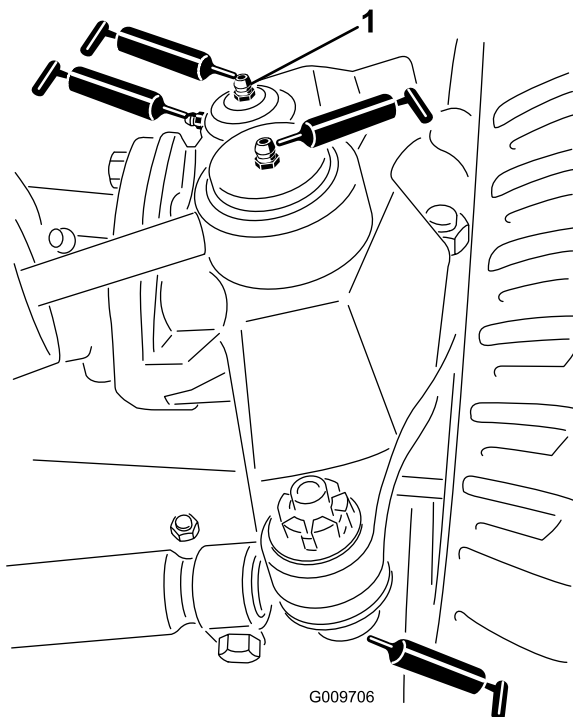

Figura 48
- Rótulas do cilindro de direção (2) (Figura 48)
- Rótulas esféricas da barra de ligação (2) (Figura 48)
- Casquilhos do pino principal (2) (Figura 48). **O bocal superior do pino principal apenas deverá ser lubrificado uma vez por ano (2 bombas).**